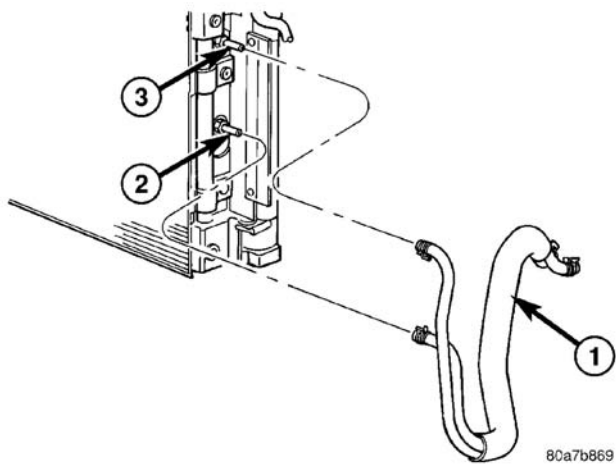

图 1 变速箱冷却器软管
- (1) 卸下散热器。(参见 7—冷却系统/发动机/散热器的拆卸)
- (2) 断开油冷却器处的管路 (图 1)。